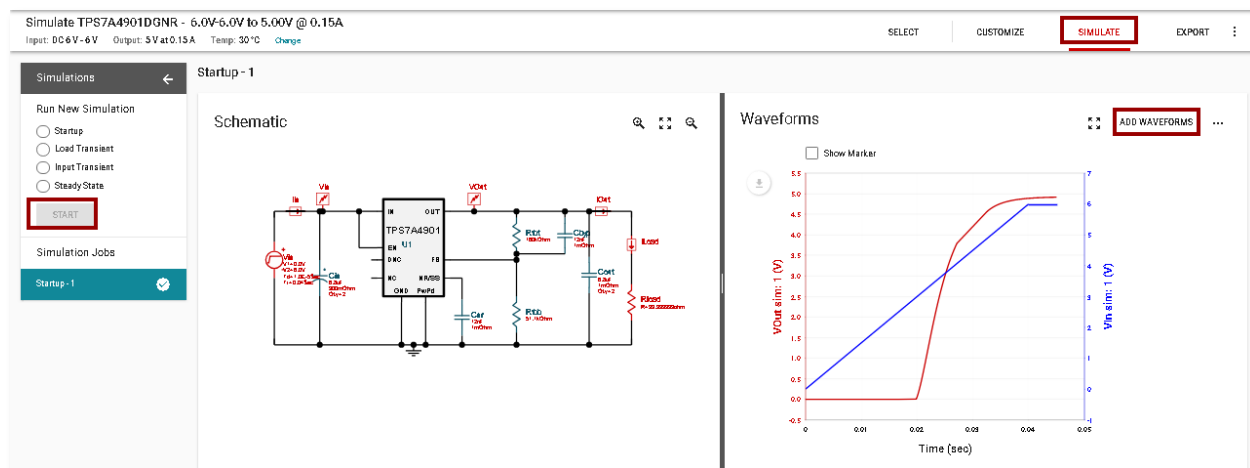
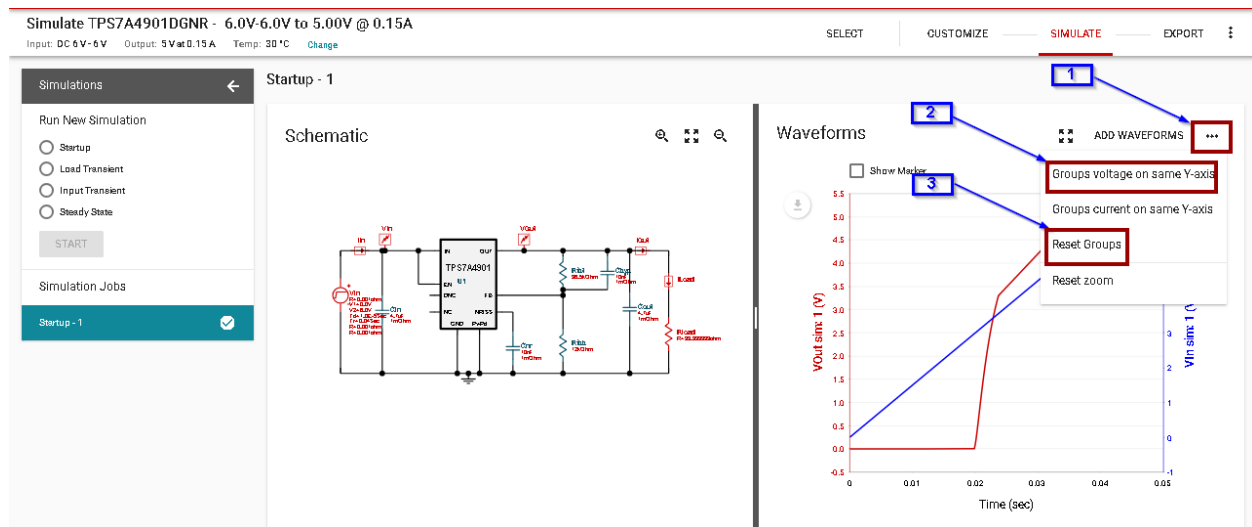

图 2
图 4
2. 点击“SIMULATE”按钮，进入电气仿真页面。本实验中负载电流  $I_{out} = 150\text{mA}$ ，因此负载  $R_{load} = 33.3\text{ ohms}$ ，如图 2 所示。
设置好负载电阻后，点击“**START**”按钮开始仿真。仿真结束以后，之前的仿真结果（如图 2）会和新的  $V_{in}$  及  $V_{out}$  一起显示在波形图上。您将看到不同负载条件下的  $V_{in}$  和  $V_{out}$  波形。重复步骤 5 来调整坐标轴（如图 4），并重复步骤 6 来记录新的数据。